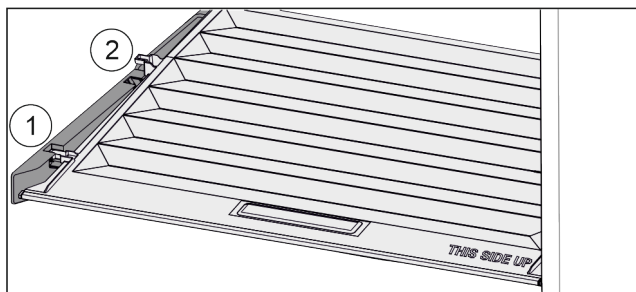

Fig. 83
- ▶ Trekk dekselet til åpningen i holdedelene fremover Fig. 83 (1).
- ▶ Løft ut nede bak og ta opp og ut Fig. 83 (2).